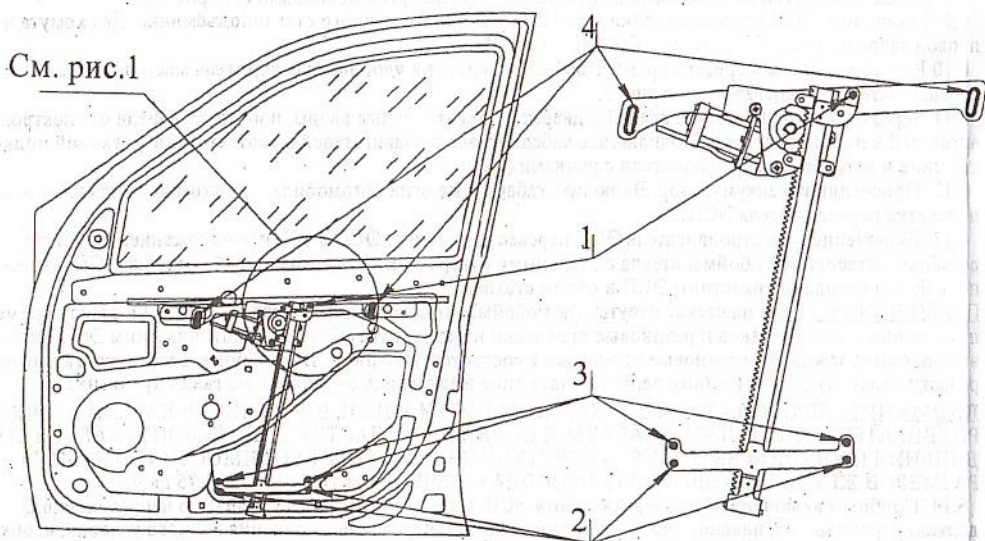

Рис.2
6.8 Перед установкой ЭСП извлечь из отверстий 2 два хомута с проводами (см. рис. 2).
6.9 Установить ЭСП используя гайки и шайбы от штатного ручного стеклоподъемника. Два хомута и провод закрепить на ЭСП в отверстиях 3 (см. рис. 2).